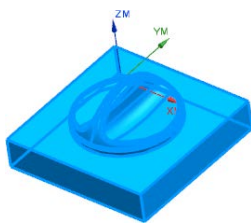

图 3.4 部件几何体
Step3. 在图形区中选择整个零件为部件几何体，如图 3.4 所示。在“部件几何体”对话框中单击  确定 按钮，完成部件几何体的创建，同时系统返回到“工件”对话框。